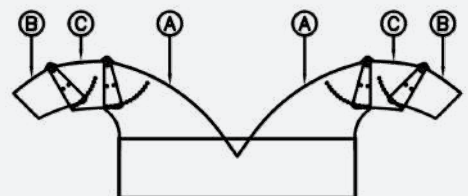

Fig. 1 - SPIT GREEN
- lo SPIT GREEN (Fig. 1) con scarico laterale (dx e sx) con regolazione meccanica con 2 convogliatori laterali (A) + 2 regolatori (B) + 2 prolunghe (C)
- le SPIT GREEN (Fig. 1) avec évacuation latérale (à droite et à gauche) avec réglage mécanique par 2 guides latéraux (A) + 2 régulateurs (B) + 2 rallonges (C)
- the SPIT GREEN (Fig. 1) with download on the right and on the left side with mechanical adjustment by 2 lateral guides (A) + 2 regulators (B) + 2 extensions (C)
- SPIT GREEN (Fig. 1) mit seitlicher Ausladung (rechts und links) mit mechanischer Verstellung mit 2 seitlichen Fördergeräten (A) + 2 Regler (B) + 2 Verlängerungen (C)
- el SPIT GREEN (Fig. 1) con descarga lateral (a la dcha. y a la izda.) con ajuste mecánico con 2 transportadores laterales (A) + 2 reguladores (B) + 2 prolongadores (C)